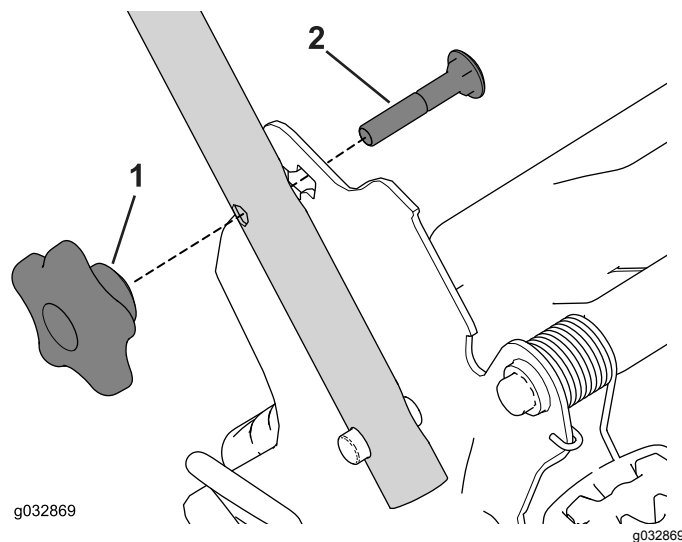

Figura 29
3. Inserte el perno de cuello cuadrado (con la cabeza del perno hacia el interior) a través del soporte del manillar y del orificio superior del extremo del manillar. Asegúrese de que los bordes cuadrados de cada perno de cuello cuadrado entre en el orificio cuadrado superior o inferior de su soporte del manillar relacionado (Figura 29).